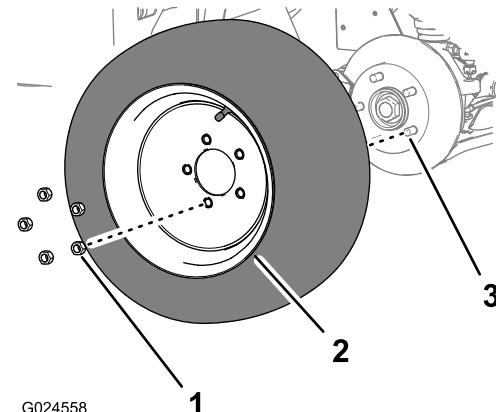

図 16
1. 前輪をホイールハブに固定しているラグナット 5 個を外す図 16。
2. ホイールハブから前輪を取り外す図 16。